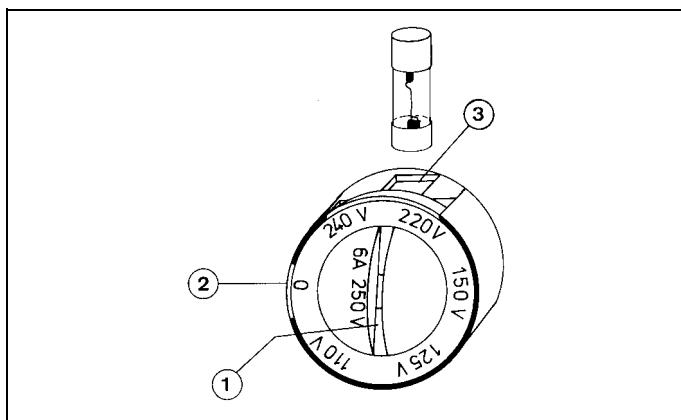

Fig. 5
4 Changement de fusible (fig. 5)
Pour remplacer le fusible primaire, introduire une pièce de monnaie dans la fente ① du sélecteur de tension et porte-fusible puis tourner, comme indiqué sur la fig. 5, jusqu'à ce que le «0» soit à côté du repère blanc ②; dans cette position, le fusible est projeté par un ressort à travers l'ouverture ③; le recueillir à la main; glisser le fusible de rechange dans l'ouverture et l'y enfoncer à l'aide d'un objet pointu (stylo à bille ou tournevis par ex.) tout en faisant tourner la pièce de monnaie engagée dans la fente ①.
4 Cambio del fusible (ver la Fig. 5)